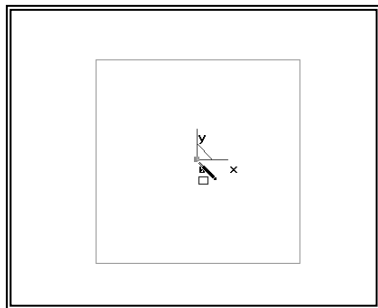

图 0-4 绘制矩形
(3) 移动光标到屏幕中心的 XOY 坐标原点位置, 待光标提示由变为时, 单击鼠标左键确定, 绘制以原点为中心、120 × 120 的矩形, 如图 0-4 所示。点击鼠标右键, 退出矩形绘制命令。